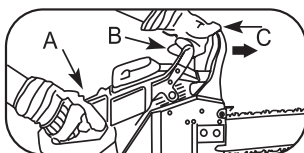

Рис. 6
3. Возьмитесь за заднюю рукоятку (А) правой рукой. (Рис. 6)